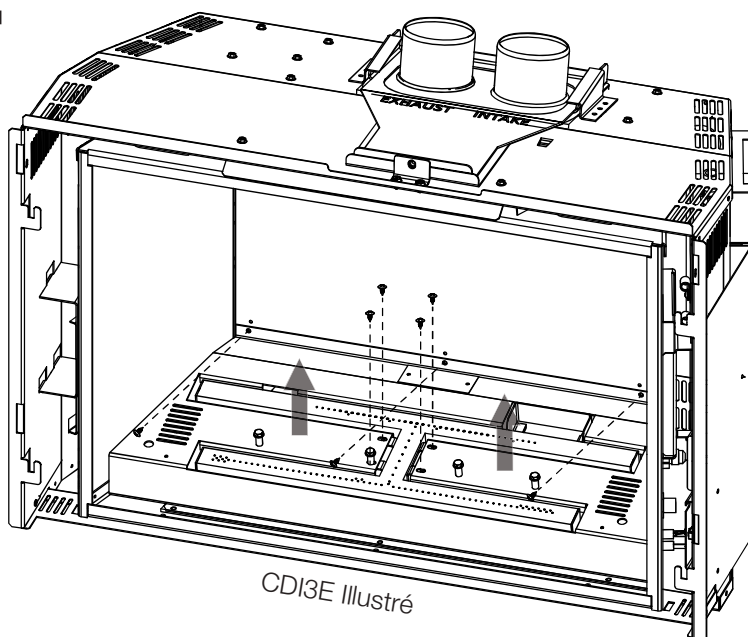

Fig. 8-1
1. Retirez les 7 vis servant à fixer le plateau à média en place (**Fig. 8-1**).